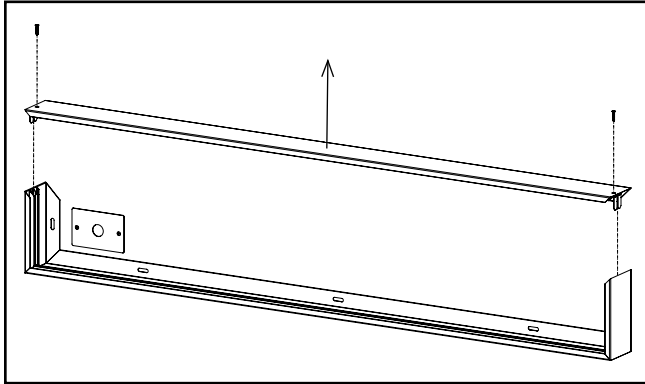

Figure 14.
- B4. Dévissez et retirez le rail long supérieur de même que les supports en L, puis mettez-les de côté temporairement. (figure 14.)